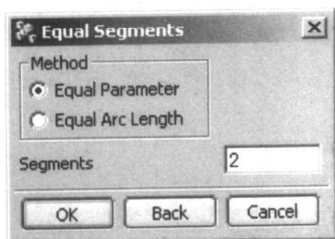

图 1-33 平分线段
(3) 利用 **Edit Curve**→**Divide Curve**→**Equal Segments** 把上一步生成的圆弧平分成两段，如图 1-33 所示。